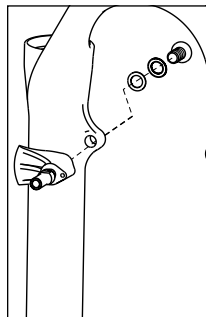

Fig. 6
- À l'aide du matériel de montage fourni, installez l'adaptateur de frein contre le bras de fourche en utilisant les pattes fournies (Fig. 6).